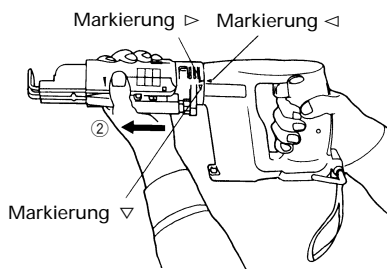

Abb. 6
Die Markierung "◁" des Gerätkörpers auf die Markierung "▷" der Schraubenbeschickungsvorrichtung ausrichten und dann die Vorrichtung zum Entfernen in Richtung des in Abb. 6 gezeigten Pfeils ② ziehen.
Die Schraubenbeschickungsvorrichtung auf dem Gerätkörper positionieren und die Markierung "◁" am Gerätkörper auf die Markierung "▷" an der Schraubenbeschickungsvorrichtung ausrichten und die Vorrichtung in Richtung der in Abb. 6 gezeigten Markierung "▽" drehen, um sie zu fixieren.